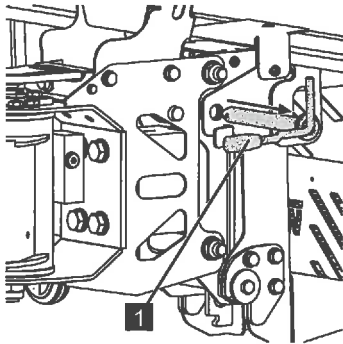

Abb. 141
5. Korbbolzen (Abb.141/1) herausziehen.